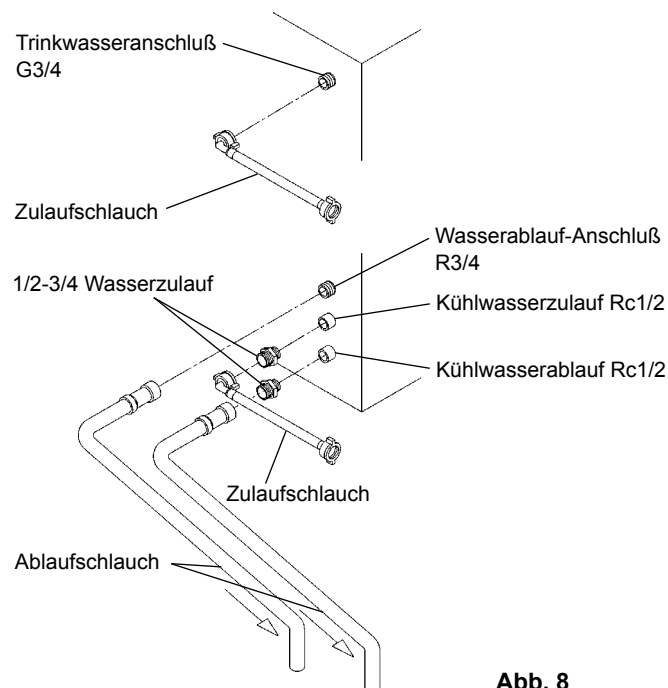

Abb. 8
## [b] Anschlüsse entsprechend anderer als der WRC-Bestimmungen für Zubehörschläuche (Abb. 8)
2) Zum Anschluß des Verflüssigers mit den mitgelieferten Zubehörschläuche die gleichen Verbindungen wie oben in 1) bis 3) von [a] an den freien Enden der 1/2-3/4 Wasserzuläufe wie dargestellt (Abb. 8) verbinden.